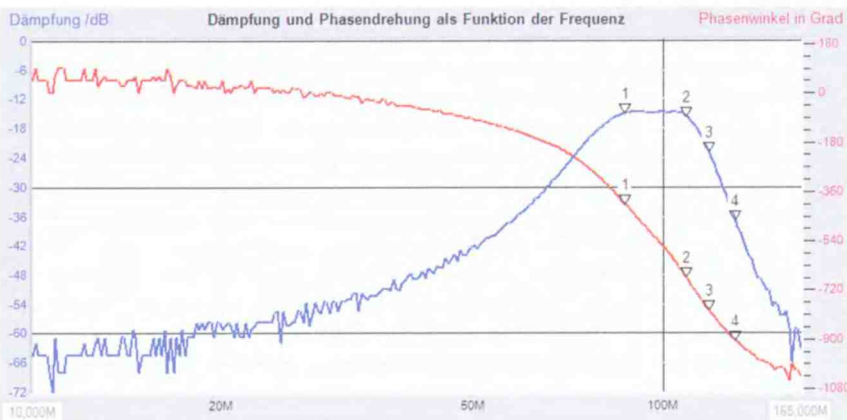

Рис. 13
Сигнал с КТ1 снимают через разделительный конденсатор и добавочными резисторами обеспечивают согласование с соединительным кабелем. Скорее всего, придётся временно установить параллельно резистору R7 резистор сопротивлением 100(300) Ом для кабеля с волновым сопротивлением 50(75) Ом. Корректируют АЧХ входного фильтра (рис. 13), при этом надо следить за уровнем сигнала на эмиттере транзис-